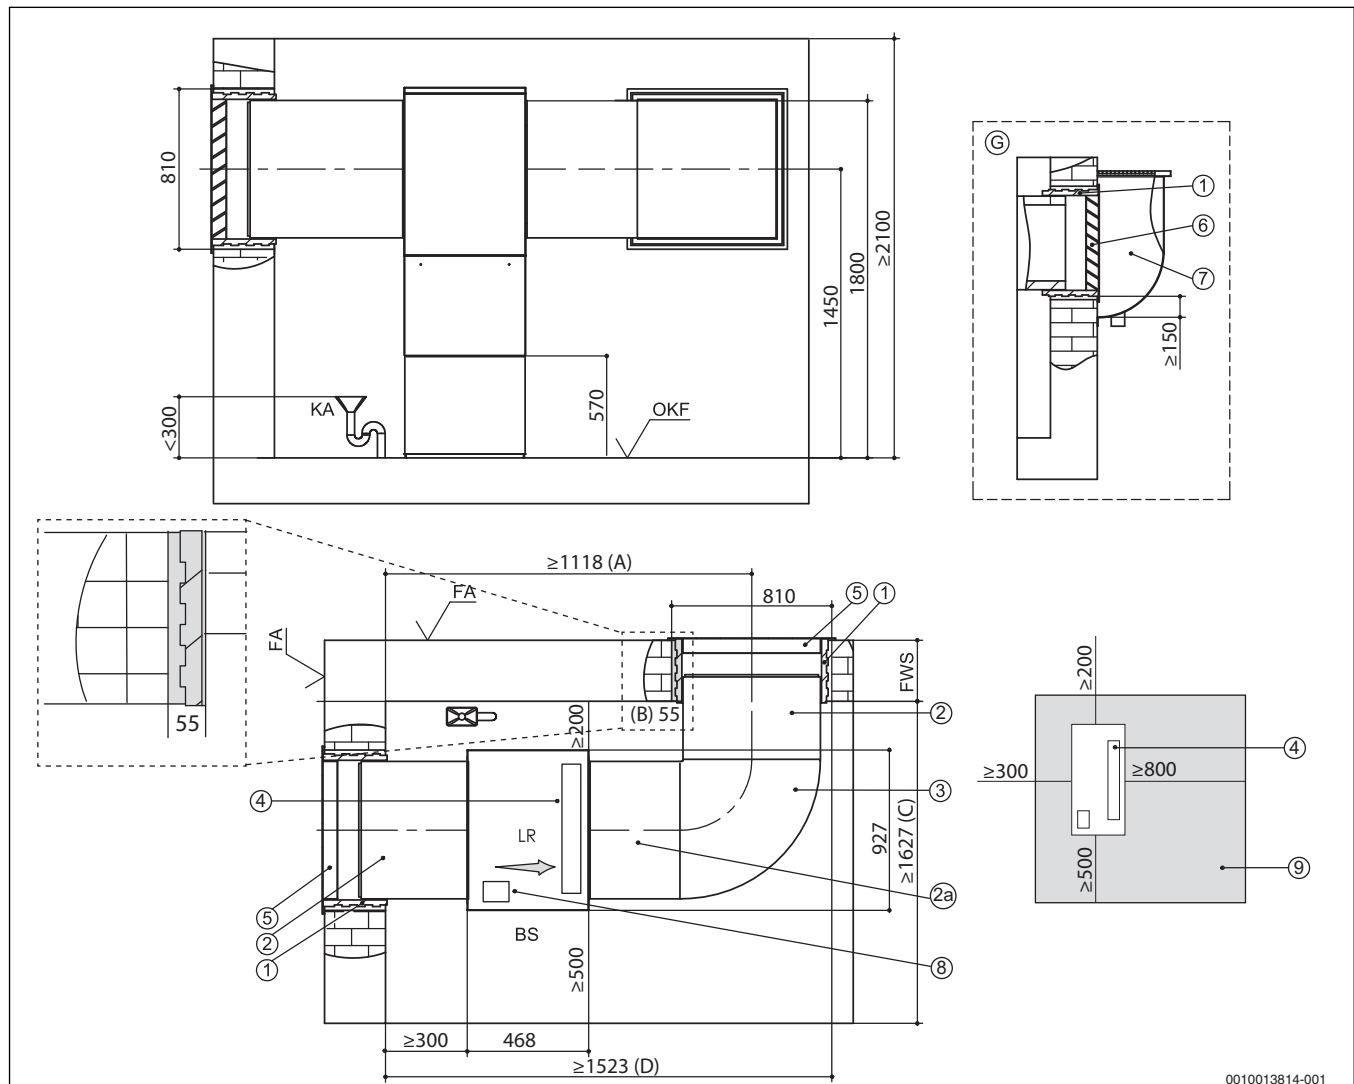
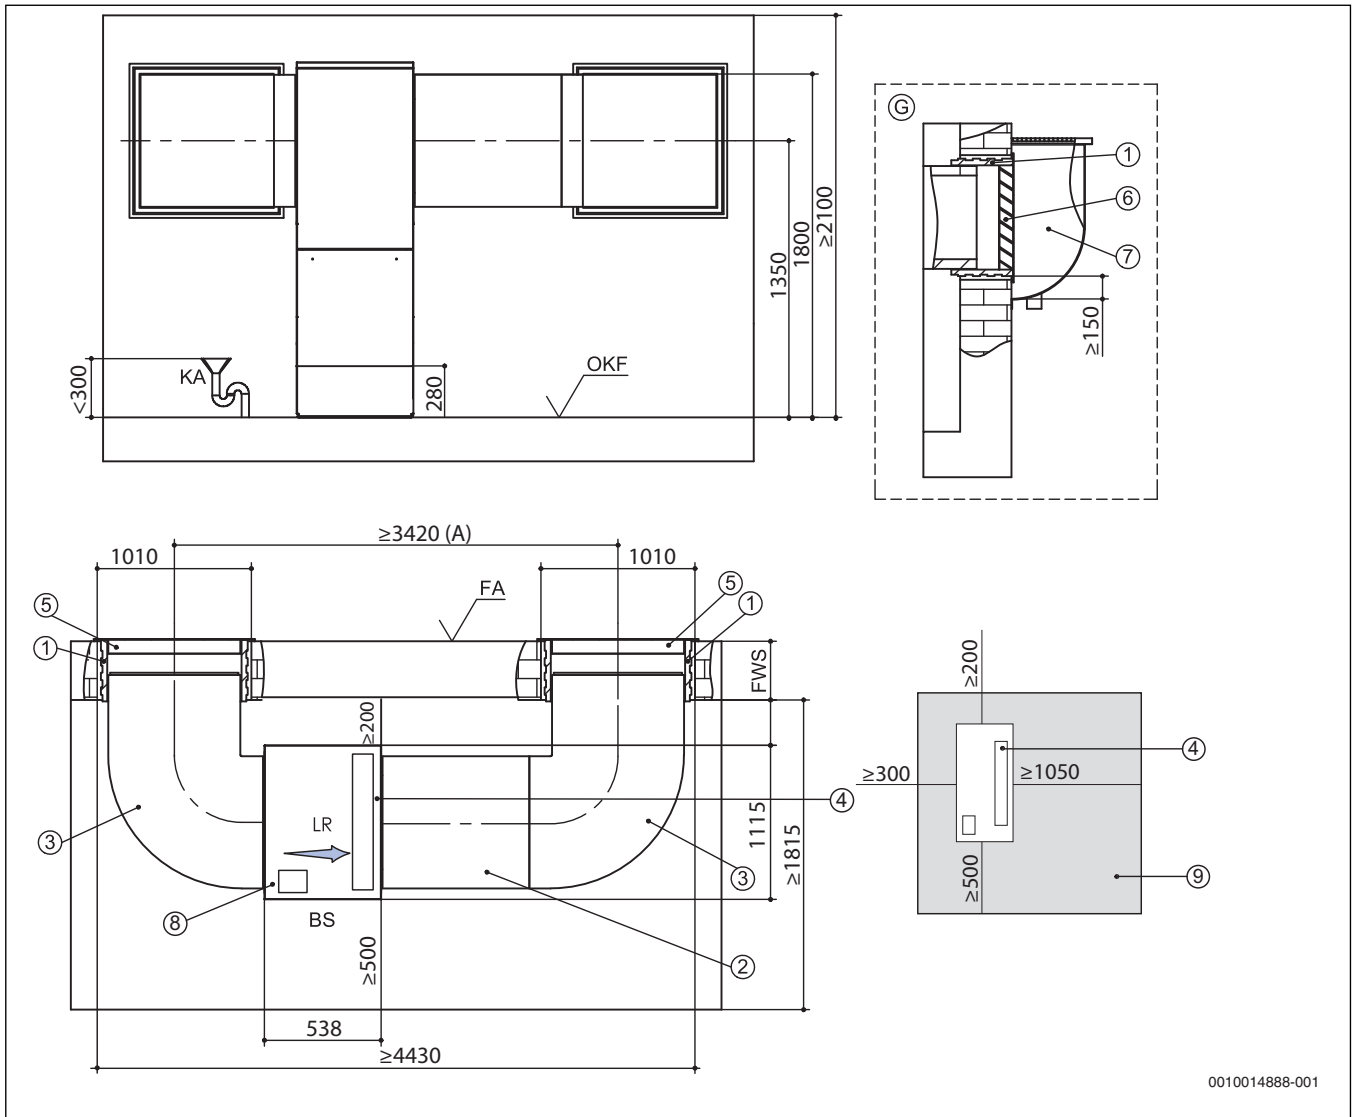

Bild 7 Aufstellplan Luftkanalsystem 700 für WLW196i-6/8 IR (alle Maße in mm)
Bild 8 Aufstellplan Luftkanalsystem 900 für WLW196i-11/14 IR (alle Maße in mm)
- 1450 mm für Wärmepumpen mit 6/8 kW (→ Bild 7, Seite 6)
- 1350 mm für Wärmepumpen mit 11/14 kW (→ Bild 8, Seite 7)
Im Aufstellraum muss ein Kondensatablauf vorhanden sein. Die Höhe des Anschlusses ist in den Aufstellplänen eingetragen (→ Bild 7, Seite 6 und Bild 8, Seite 7).